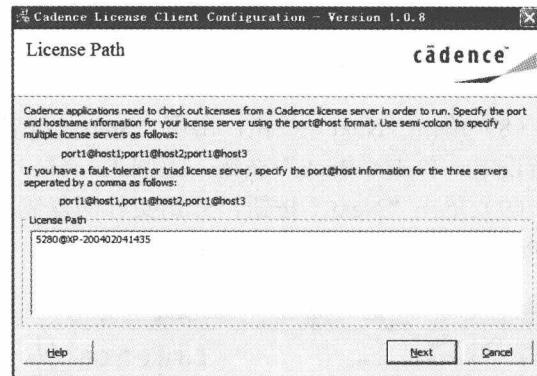

图 1.2.17 “License Path”窗口
(13) 出现“License Path”窗口，请从 License 服务器上获取需要认证使用的信息，并将其导入“License Path”的空白方框内，如图 1.2.17 所示。